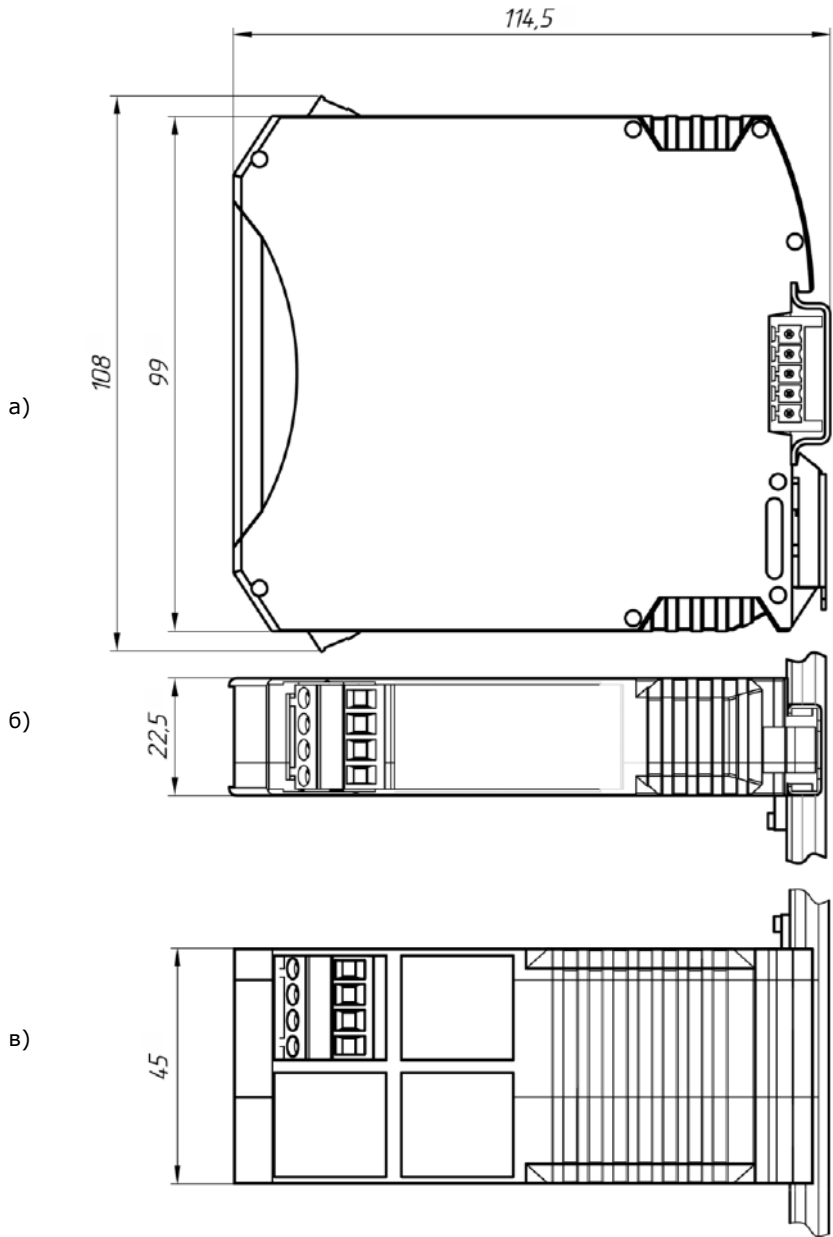

Рис. 5.6. Виды Преобразователя: а) сбоку;
4.1.3. Сверху корпуса Преобразователя располагается разъем (клеммы 1—4, см. рис. 5.6):
4.1.4. Снизу корпуса Преобразователя располагается разъем (разъемы — до трех штук) серого цвета (см. рис. 5.6):